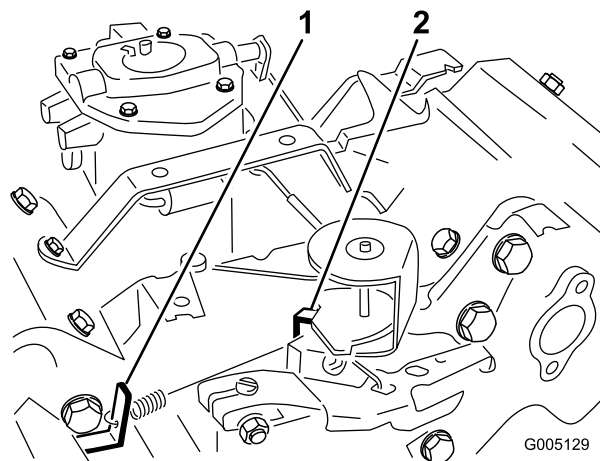

Figura 48
3. Doble la pestaña de anclaje del muelle de regulación del ralentí (Figura 48) hasta obtener una velocidad de ralentí de 1650 ± 100 rpm. Compruebe la velocidad con un tacómetro.
5. Mueva el control del acelerador a la posición Rápido. Doble la pestaña de anclaje del muelle de alta velocidad (Figura 48) hasta obtener una velocidad alta de 2850 ± 50 rpm.